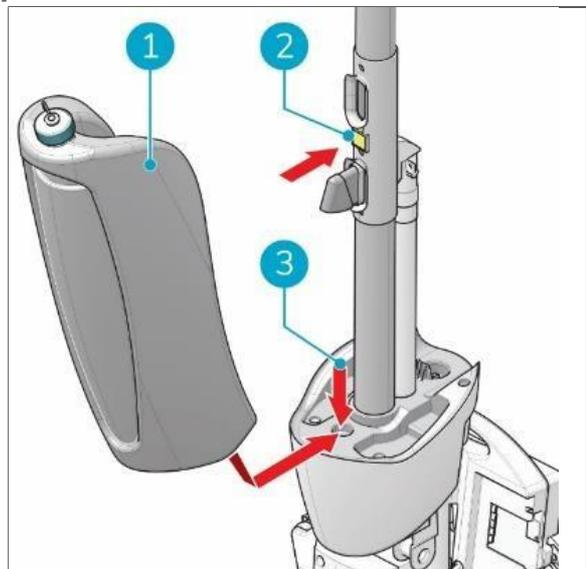

Figura 10
1. Posizionare la base del contenitore di raccolta (Figura 10, Pos. 1 e Pos. 3) sulla parte anteriore di i-mop® XL basic.
2. Spingere la parte superiore del serbatoio in posizione finché non si sente un "clic". Il magnete (figura 10, punto 2) blocca il serbatoio di recupero.